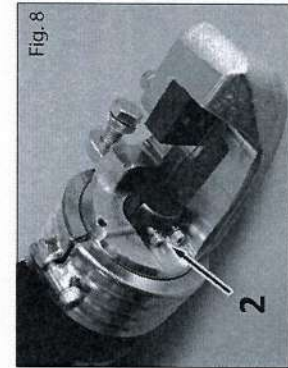

Fig. 8
- togliere il coltello dalla testa del pistone, svitando le due viti con rondelle (rif. 2 in fig. 8);